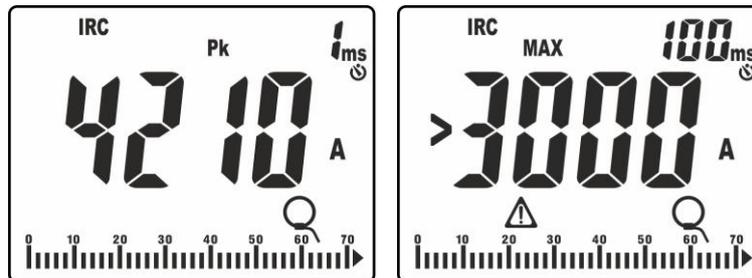

Fig. 42: Esempi di visualizzazioni della corrente di spunto
- Valore di picco “Pk” calcolato in un **1ms** (vedere Fig. 42 – parte sinistra)
11. Se la corrente misurata è maggiore del FS della pinza impostato, il messaggio come quello riportato nella Fig. 42 – parte destra (relativo a FS = 3000A) è mostrato a display